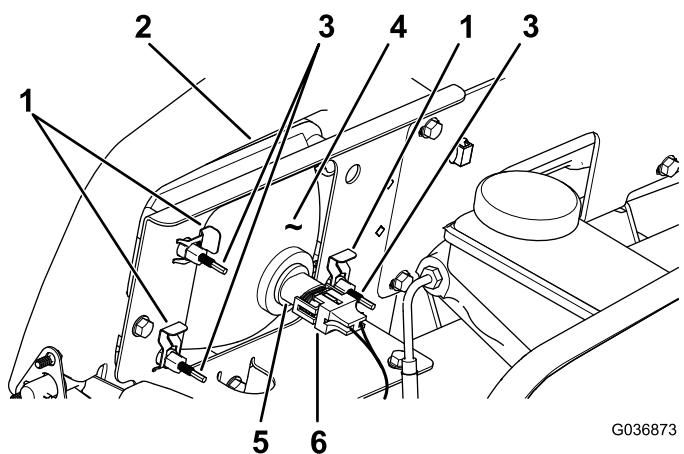

Figure 36
3. Débranchez le connecteur électrique sur le faisceau du connecteur du phare (Figure 36).
4. Retirez les clips rapides qui fixent le phare sur son support (Figure 36).
5. Déposez le phare en le poussant vers l'avant et hors de l'ouverture dans le pare-chocs avant (Figure 36).
6. Insérez le phare de rechange dans l'ouverture du pare-chocs (Figure 36).
8. Branchez le connecteur électrique du faisceau sur le connecteur du phare (Figure 36).
2. Au dos du phare, tournez les vis de réglage (Figure 36) afin de faire pivoter le phare et d'aligner la position du faisceau projeté.